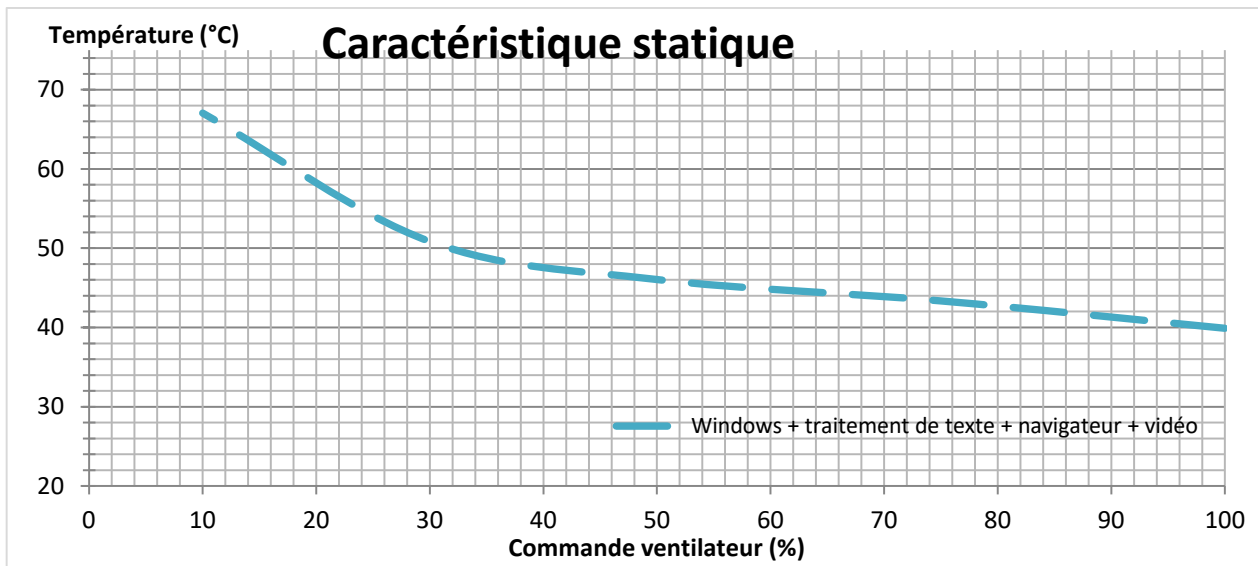

Figure 4
- 16. On suppose que Windows, un traitement de texte, un navigateur et une vidéo sont en fonctionnement. La caractéristique du procédé est rappelée Figure 4. Sur ce graphique, tracer la caractéristique du régulateur (température en fonction de la commande) à partir des points calculés à la question 15.
- 21. Tracer sur la Figure 4, la nouvelle caractéristique du régulateur (température en fonction de la commande) à partir des points calculés.